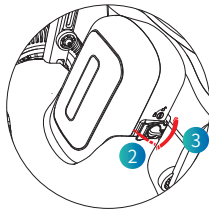

Figura 4.4.2.2
(2) Step 2: Ruotare manualmente la clip posta a destra della batteria e ruotare la manopola a destra della scatola della batteria in posizione di blocco. (Come mostrato nella Figura 4.4.2.2).